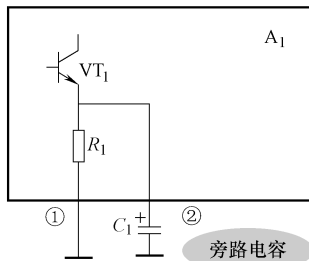

图 13-27 示意图
1) 除上述几种集成电路引脚之外，有些 OTL 集成电路音频功率放大器还有这么一些引脚：一是旁路引脚，它用来外接发射极旁路电容，该引脚外电路特征是该引脚与地之间接入一只几十微法电容，如图 13-27 所示；二是开关失真补偿引脚，该引脚与地端之间接入一只  $0.01\mu\text{F}$  左右电容。